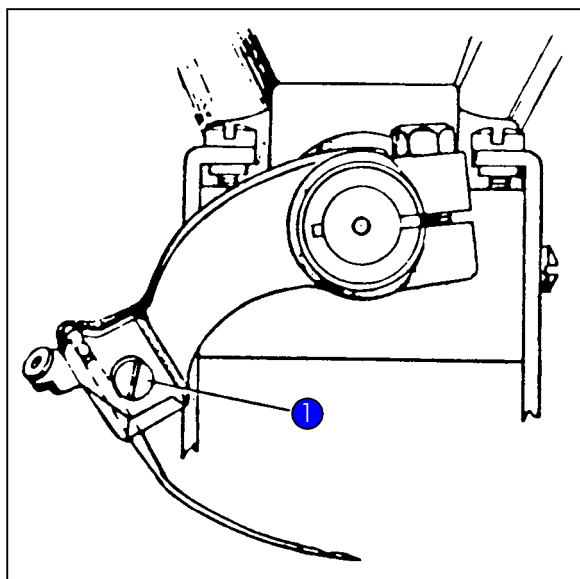

Figure 9 Pose de l'aiguille
- ▶ Tourner la roue à main de la machine de façon que l'aiguille se trouve en position aussi gauche que possible (Figure 9)
- ▶ Dévisser la vis de serrage ❶, insérer l'aiguille aussi profondément que possible dans l'encoche et visser la vis.